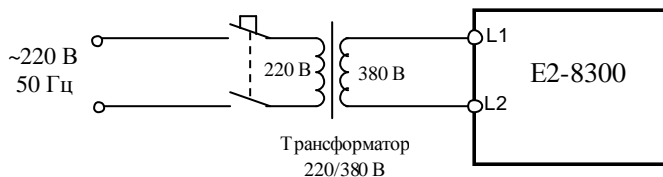

Рис. 4.10. Подключение ПЧ к электросети 1Ф ~220 В через трансформатор 220/380
- 4.9.2. Подключить преобразователь к электросети 3Ф ~380 В (или к сети 1Ф ~220 В через трансформатор 220/380 В, как показано на рис. 4.10).